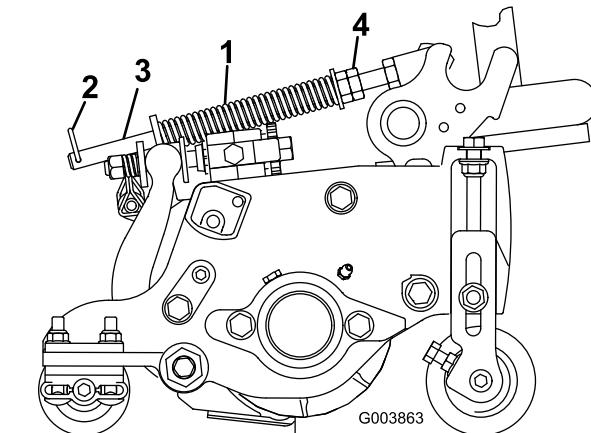

Figura 16
1. Verificate che la coppia sia montata nel foro posteriore dell'asta della molla (Figura 16).
2. Serrate i dadi esagonali sul lato anteriore dell'asta della molla, finché la lunghezza compresa della molla non è di 15,9 cm (Figura 16).
Nota: Se l'apparato di taglio deve essere rimosso dalla macchina, spostare la coppia sul foro anteriore dell'asta della molla (Figura 16). Assicuratevi di riportare la coppia sul foro posteriore dell'asta della molla dopo che l'apparato di taglio è stato reinstallato sulla macchina.